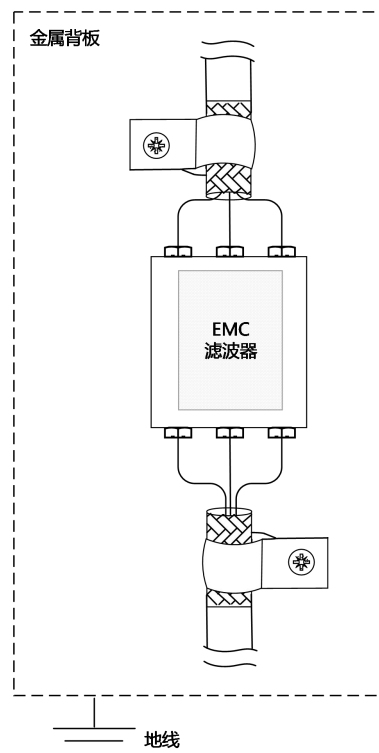

图 3-8 EMC 噪音滤波器安装示意图
- 图 3-8 显示了 FD5-LA/CA 驱动器默认 IO 功能的 X1 接线，图 3-10 显示了 FD5-PA 驱动器默认 IO 功能的 X1 接线，更多的 IO 功能可以通过数字面板或上位机调试软件自行定义。有关更多 IO 功能的详细信息，请参见第五章 5.5 节。